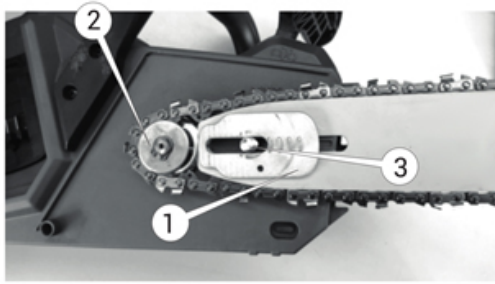

Рисунок 8. Схема встановлення різального блока на виріб.
6. Перевірити, що на «шину» встановлена зубчаста муфта (1, рис. 8) механізму натягу або встановити її та зафіксувати гвинтом.
7. Встановити «шину» з ланцюгом на напрямну шпильку (3, рис. 8) та накласти ланцюг на ведучу (2, рис. 8) зірочку.
9. Посунути рукою «шину» вперед, щоб ланцюг трішки натягнувся та встановити кришку (3, рис. 8) кріплення «шини».
10. Закрутити фіксатор (1, рис. 8) кріплення кришки напрямної, не зтягуючи його, та перейти до розділів регулювання/перевірки натягу ланцюга.
2. Послабити на півоберта фіксатор (1, рис. 8) механізму регулювання натягу ланцюга.
3. Повернути маховичок регулятора (2, рис. 8) механізму натягу ланцюга у відповідному напрямку: у напрямку руху годинникової стрілки – для збільшення натягу, а у протилежному – для послаблення.
5. Міцно затягнути фіксатор (1, рис. 8) від руки до упору.